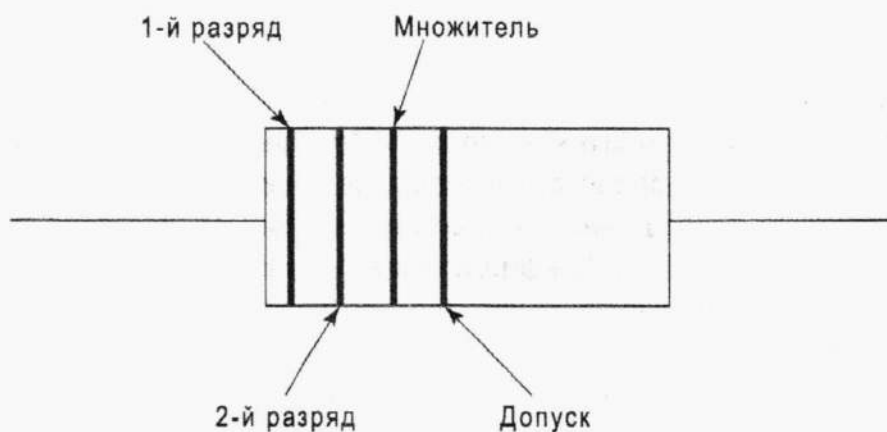

Рис. 4.2. На постоянных резисторах для характеристики значений сопротивления используются цветные полоски
- ✓ **Постоянный резистор** обеспечивает некоторое постоянно заданное сопротивление току. Значение сопротивления можно расшифровать по цветовой маркировке на корпусе резистора. Зашифрованный код начинается ближе к одному из краев резистора и может состоять из четырех, пяти и иногда шести полосок разного цвета. Порядок полосок и разрядов, обозначаемых ими, приведены на рис. 4.2.